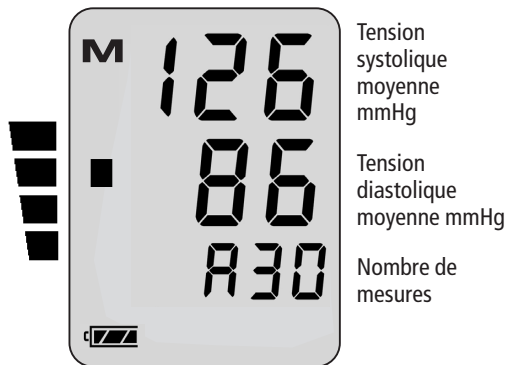

Figure 8
- ➡ La tension artérielle moyenne est calculée pour une série de 30 mesures : appuyez pendant environ 3 secondes sur la touche Marche/arrêt de votre appareil éteint. La valeur moyenne de toutes les valeurs enregistrées (systole et diastole) est affichée. Dans le champ « Pouls » (voir figure 8), le nombre de mesures enregistrées clignote.
Dans le bord gauche de l'afficheur, un rectangle noir apparaît (voir figure 8). Il correspond à la grandeur de la tension artérielle moyenne. À l'aide de l'échelle d'évaluation jointe (voir figure 9), recherchez dans quelle zone se situe votre tension artérielle selon l'OMS (voir page 79).